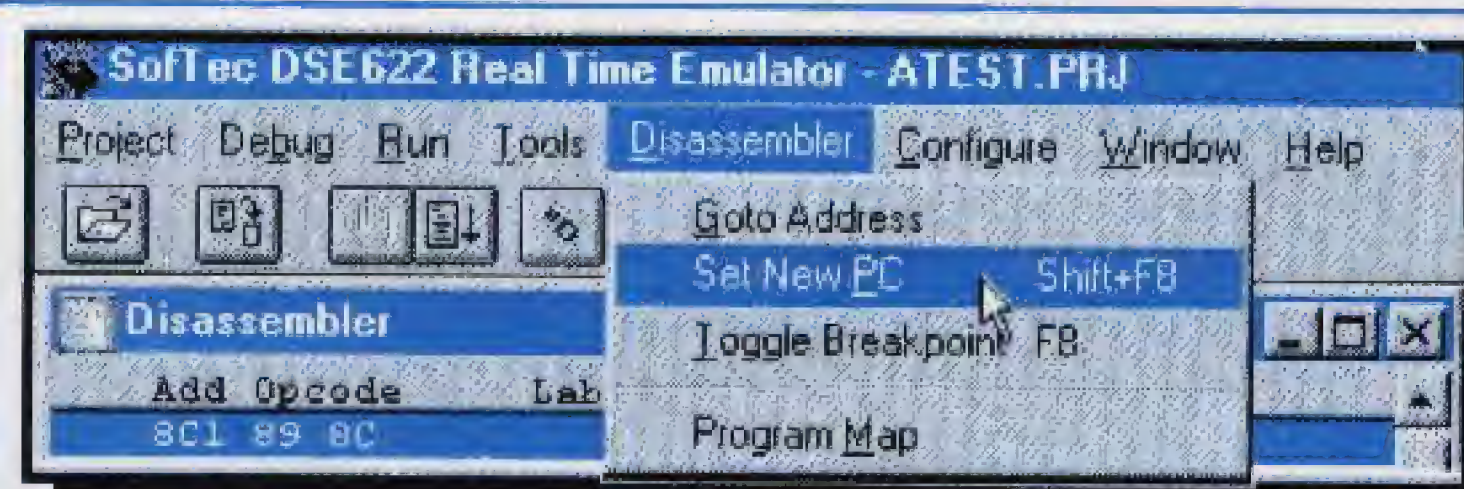

Fig.82 Selezionate Set New PC.
- Attivate la finestra **Disassembler** cliccando all'interno della finestra, quindi cliccate sulla scritta **Disassembler** del menu e poi cliccate sulla scritta **Set New PC** (vedi fig.82).